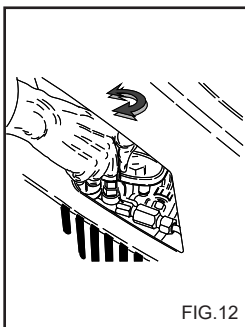

FIG.12
Deze drukregelaar, Fig. 12, maakt het mogelijk tijdens het werk de druk te regelen. Door de handgreep C tegen de klok in (B) te draaien (minimum) wordt de bedrijfsdruk verlaagd.